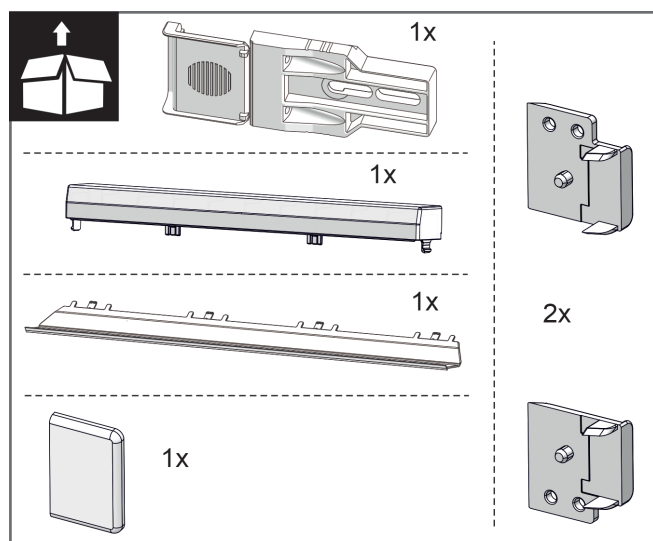
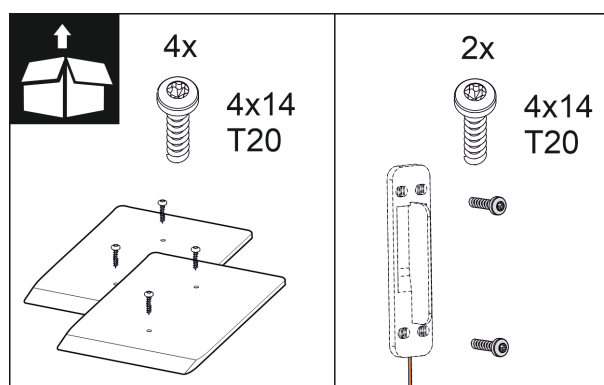

Fig. 9
Fig. 15
2. Controllo degli elementi di montaggio nella confezione. Da Fig. 9 () a Fig. 15 ()
Elementi di montaggio nella confezione da Fig. 9 () a Fig. 15 ()